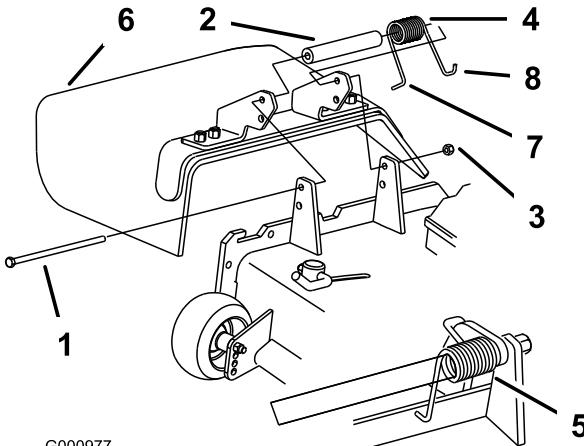

Figura 2
1. Coloque el espaciador y el muelle entre los soportes del deflector de hierba (Figura 2). Coloque el gancho en **J** del extremo izquierdo del muelle detrás del reborde de la carcasa.
**Nota:** Asegúrese de colocar el gancho en **J** del extremo izquierdo del muelle detrás del reborde de la carcasa antes de instalar el perno, según muestra Figura 2.
2. Instale el perno y la tuerca. Coloque el extremo derecho en **J** del muelle alrededor del deflector de hierba (Figura 2).